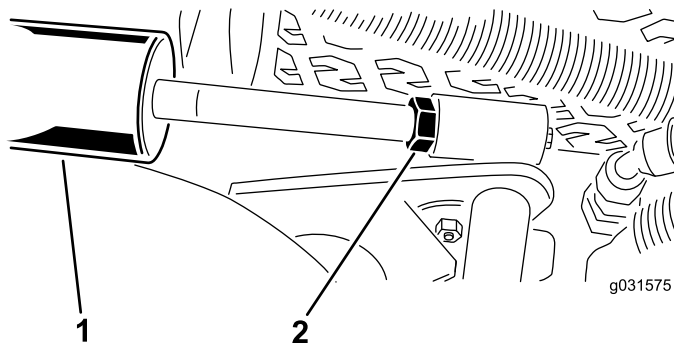

Bild 16
- A. Senken Sie die Schneideinheiten ab und drehen Sie die Klemmmutter am Zylinder heraus (Bild 16).